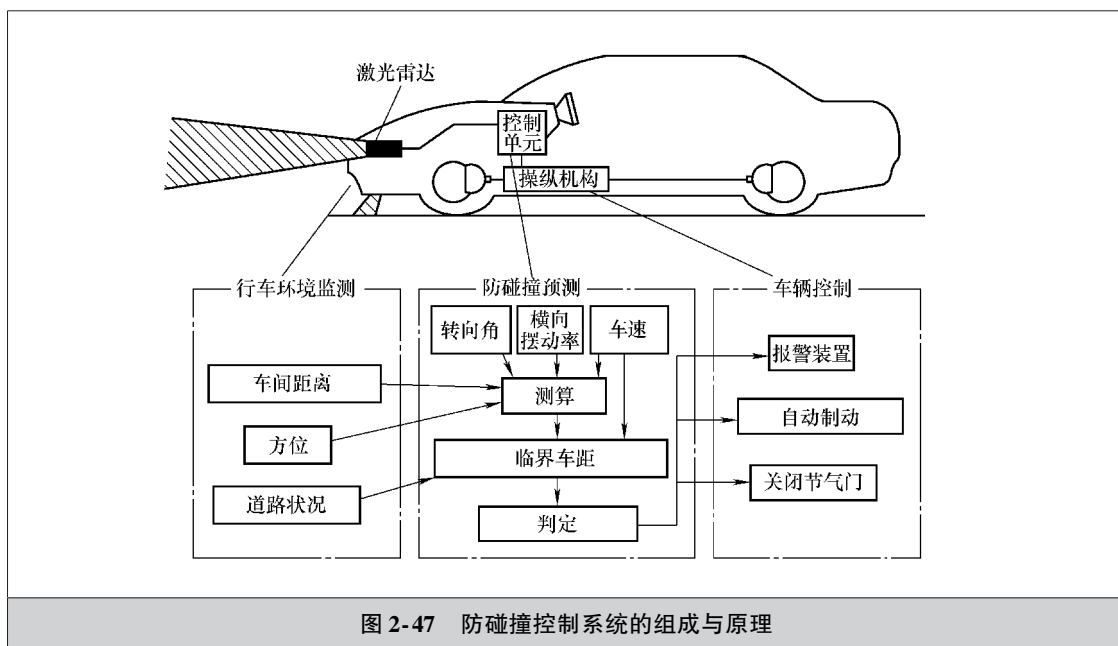

图 2-47 防碰撞控制系统的组成与原理
(1) 作用 防碰撞控制系统是一种主动辅助驾驶系统, 通过综合感知驾驶室内外环境、车辆周围的障碍物等危险态势并及时报警, 使驾驶人或车辆系统获得足够的反应时间, 从而阻止或减少碰撞情况的发生, 达到安全行车的目的, 沃尔沃汽车装备该系统。
(2) 组成与工作原理 如图 2-47 所示, 防碰撞控制系统主要由行车环境监测、防碰撞预测和车辆控制三部分组成。